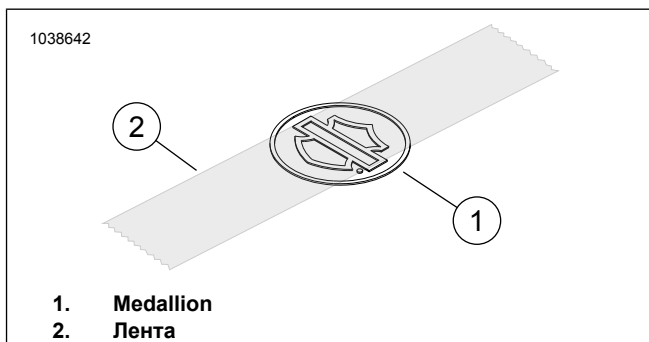

Рисунок 2. Прикрепите ленту на медальон
2. Рисунок 2 Поместите 7,5 см кусок маскирующей ленты (2) по центру медальона Bar and Shield (1).
4. Рисунок 2 Установите медальон на кронштейн.